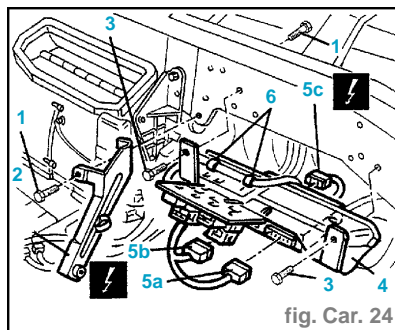

fig. Car. 24
- Ouvrir les bandes de fixation du câblage du conditionneur au câblage sous-passerelle (3).
- Libérer du conditionneur du câblage airbag et le déplacer (4).
- Tourner et enlever le senseur de température air mélangé (5).
- Dévisser les vis de fixation de l'étrier central (1) (fig. Car. 24).